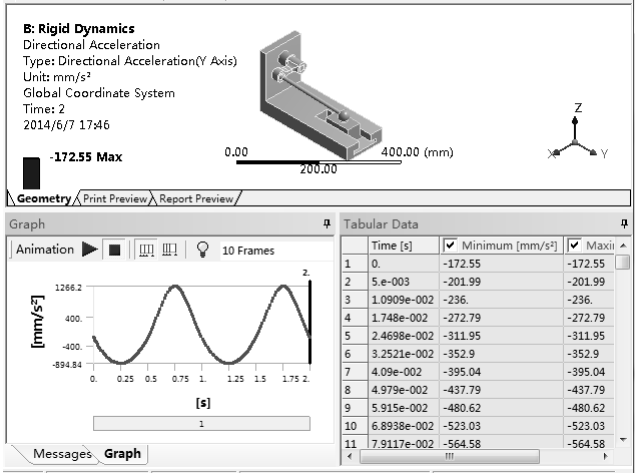

图 10-35 加速度结果图和数据表
4) 加速度结果。在【Outline (分析树)】中选择【Solution (B6)】节点，单击其下的【Directional Acceleration】项，在图形窗口显示加速度结果，如图 10-35 所示。